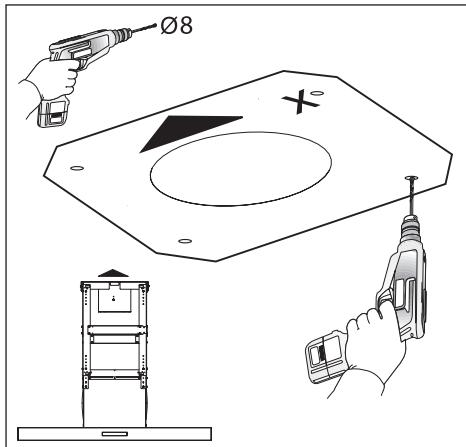

Fig.7
- Разместить сверлильный шаблон на потолке, расположив стрелку со стороны устройств управления (Рис.7)